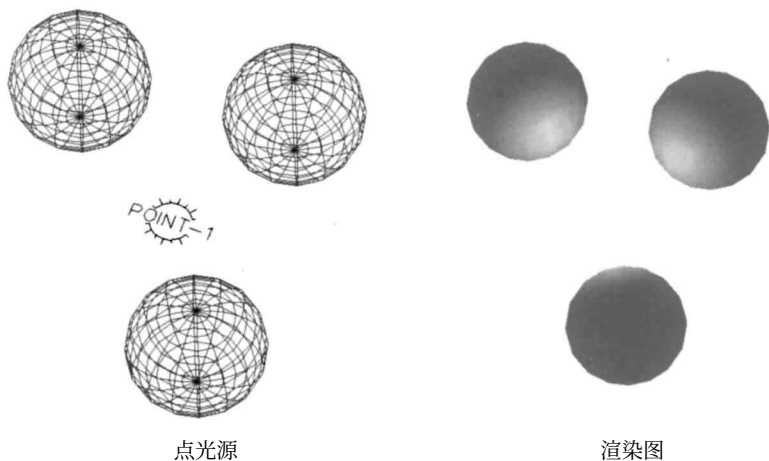

图 7-26
- Point Lights (点光源) 点光源从一个点向外辐射光束，类似于一个白炽灯泡的光源。AutoCAD 在其光源定位点用一个标有“OVERHEAD”的光源图标表示，如图 7-26 所示。这一图标用指向四周的直线表示发散的光束。